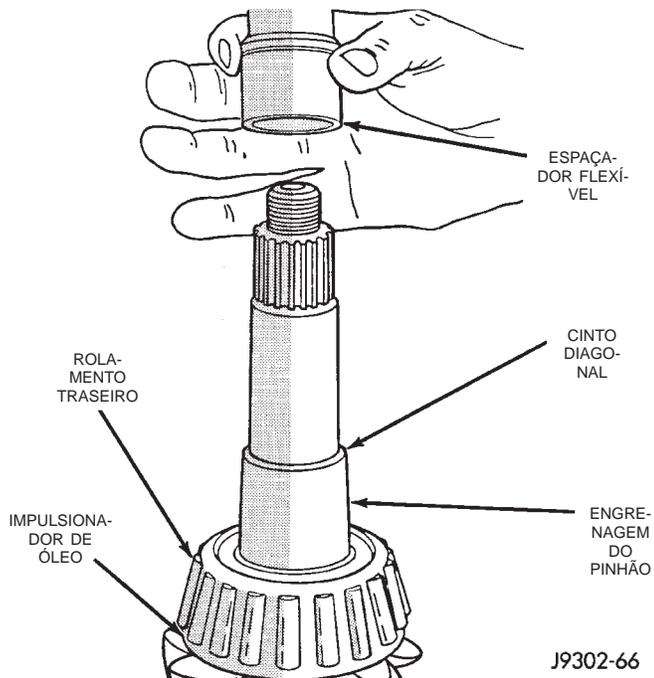

Fig. 33 Espaçador de Pré-Carga Flexível
(9) Instale um novo espaçador de pré-carga flexível no eixo do pinhão e instale a engrenagem do pinhão na carcaça (Fig. 33).
(10) Instale a engrenagem do pinhão na carcaça.